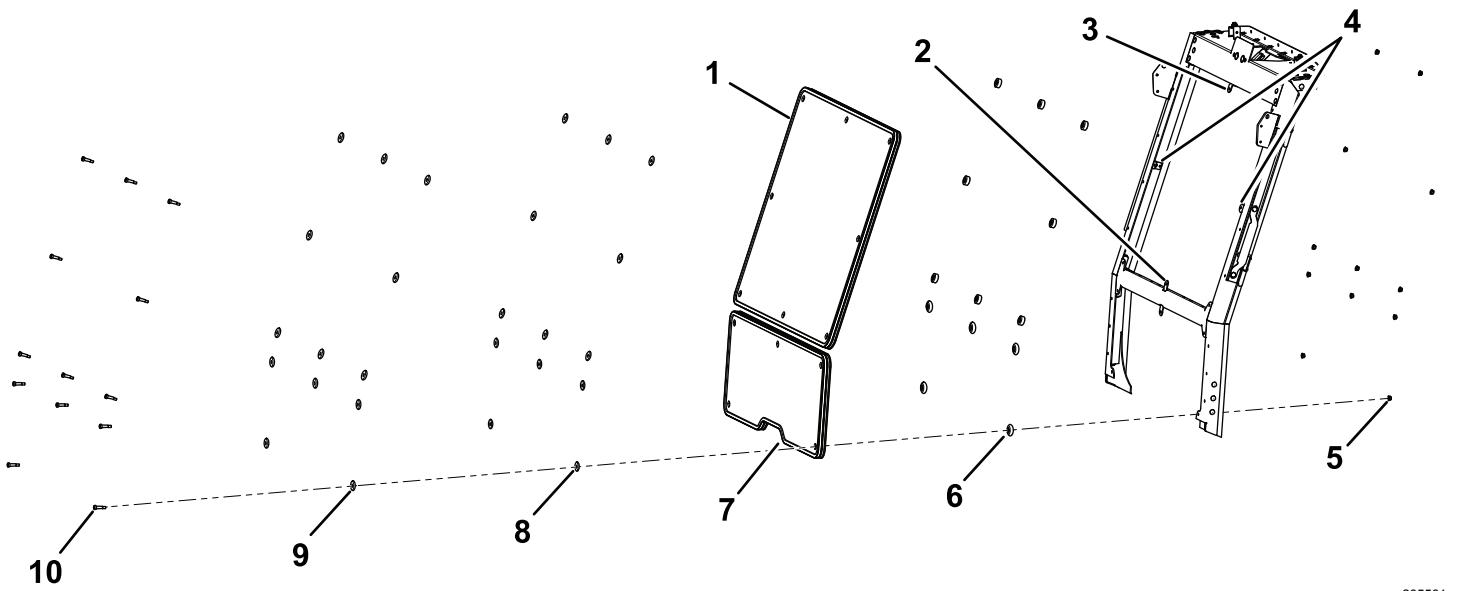

**Figura 15**
**Nota:** Fate riferimento a Figura 15 e Figura 16 mentre effettuate i seguenti passaggi.